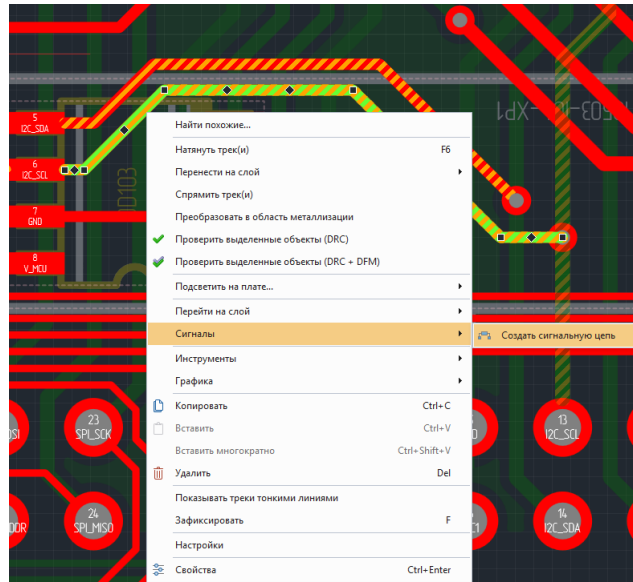

Рис. 319 Предопределение сигнальной цепи на печатной плате
2. Из контекстного меню выбрать «Сигналы» → «Создать сигнальную цепь», см. Рис. 319.